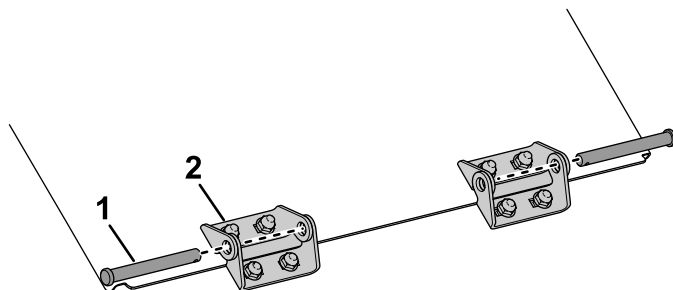
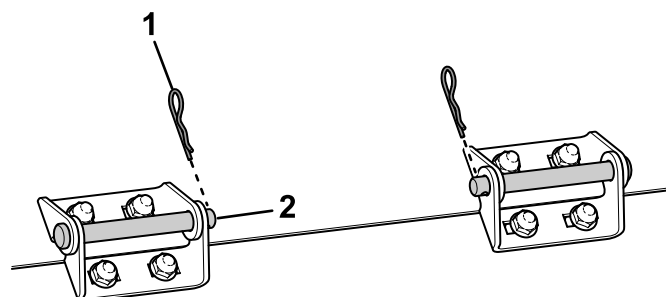

Bild 8
Bild 9
7. Montieren Sie die Füllkastenklappe an der Maschine, indem Sie die beiden Seiten des Scharniers mit dem Scharnierstift verbinden, wie unter **Bild 8** und **Bild 9** dargestellt.